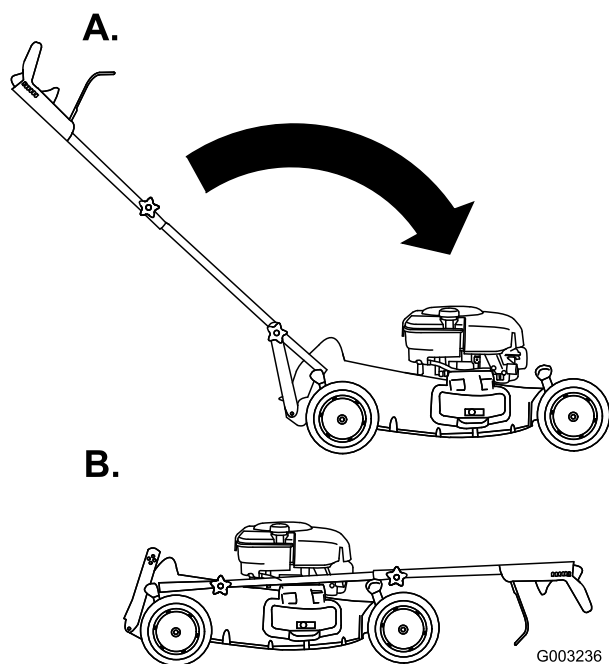

Figure 37
3. Pliez la partie supérieure du guidon en avant (Figure 37).